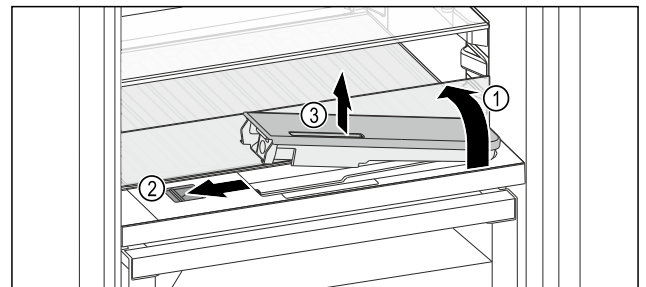

Fig. 150
- Glasplatte anheben und bis zum Anschlag nach hinten klappen Fig. 150 (1).
- Schieber Fig. 150 (2) nach links schieben.
- Wassertank entnehmen Fig. 150 (3).